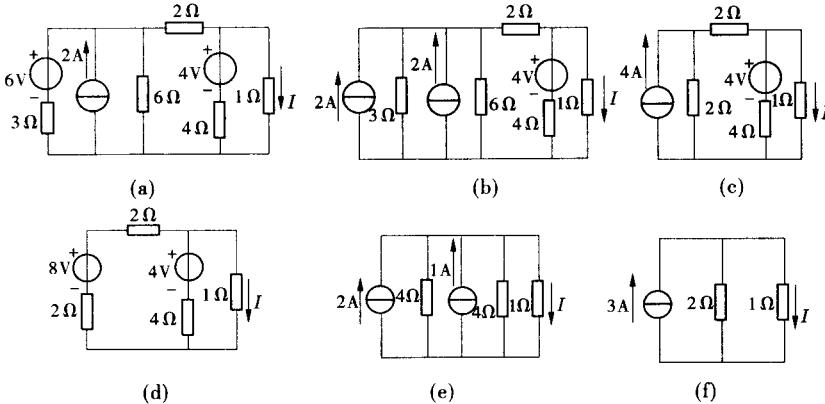

图 1-16 例题 1-6 电路图
**【例 1-6】** 试用电压源和电流源等效变换的方法计算图 1-16(a)中  $1\Omega$  电阻上的电流  $I$ 。
解:根据图 1-16 的变换次序,最后化简为图 1-16(f)的电路,由此可得